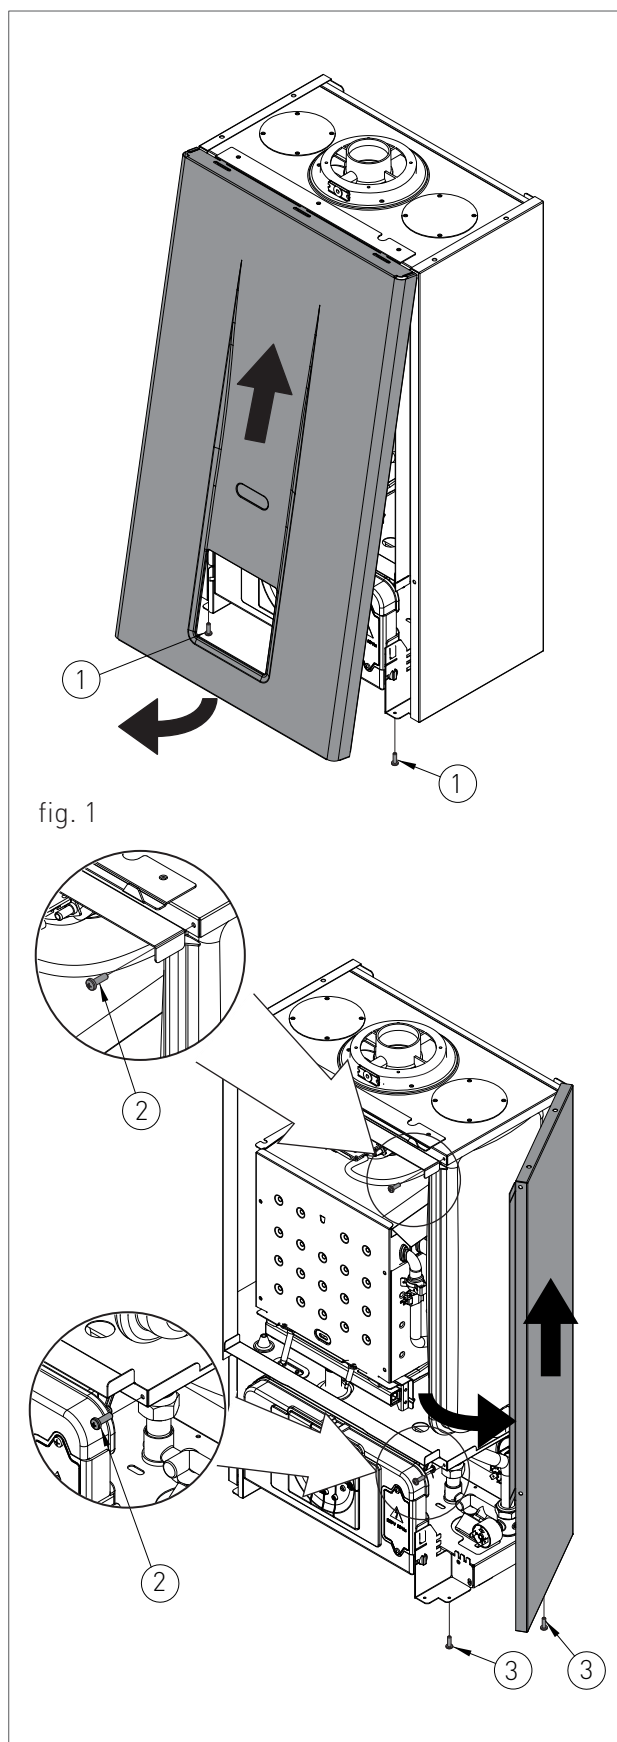

fig. 1
- › rimuovere le viti (1 - fig.1) di fissaggio poste nel bordo inferiore del pannello frontale;
- › afferrare il pannello frontale nella parte inferiore e, tirandolo verso se, estrarlo con movimento verso l'alto (vedi fig. 1).
- › rimuovere le viti (2 - fig.1) di fissaggio poste nel bordo frontale del pannello laterale;
- › rimuovere le viti (3 - fig.1) di fissaggio poste nel bordo inferiore del pannello laterale;
- › afferrare la base del pannello e, dopo averlo spostato lateralmente, estrarlo alzandolo (vedi fig. 1).
- > Afferrare contemporaneamente le staffe di supporto del pannello comandi (fig. 1) allargandole, e rovesciare il pannello ruotandolo verso il basso;
- > svitare le quattro viti di fissaggio 1 - fig. 1;
- › collegare un tubo flessibile al rubinetto di scarico dell'impianto 'RS' (fig. 1) e collocare l'altra estremità del tubo flessibile ad un adeguato scarico;
- › ruotare il rubinetto di scarico dell'impianto 'RS' (fig. 1);
- › quando tutta l'acqua è defluita, chiudere le valvole di sfiato dei radiatori ed il rubinetto di scarico dell'impianto 'RS' (fig. 1).